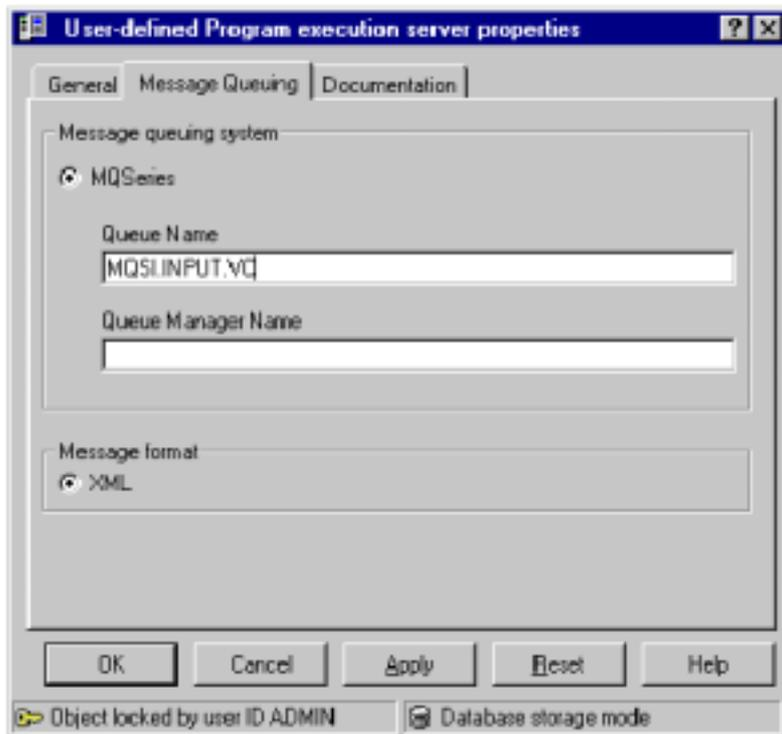

图 4-64 UPES 队列定义
5. 选择消息查询 (Message Queuing) 标签 (如图 4-64 所示)。